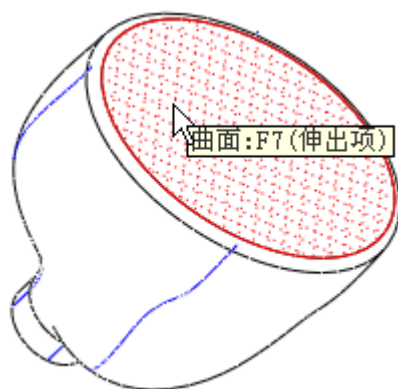

图 45-12
- (1) 如图 45-12 所示,选中模型的底面,单击菜单【编辑】 【偏移】命令,打开偏移特征操控板。